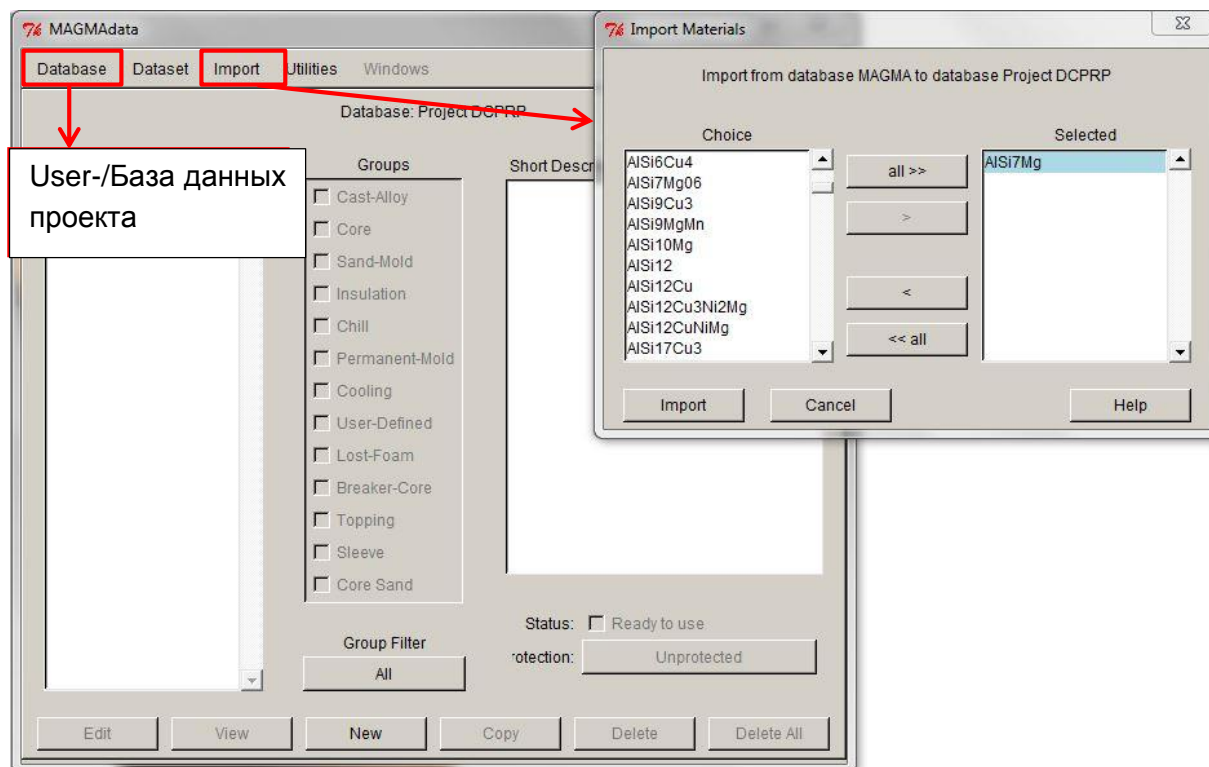

Рис. 1 Импорт химсостава сплава в собственную базу данных User-/ Projekt-Datenbank
3. В меню Import выберите из базы MAGMA сплав, ближайший по составу Вашему (Рис. 1).